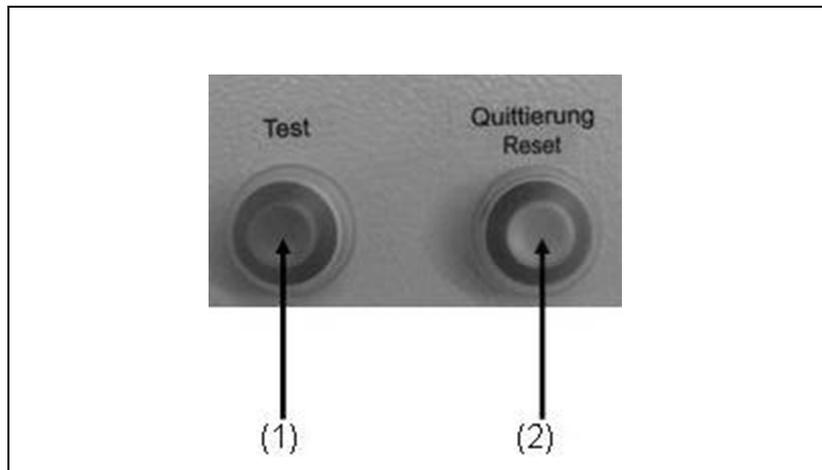

Abb. 5-2: Isolationsüberwachung mit E-MCS 4.0
2. Drücken Sie den Testknopf (siehe Abb. 5-2-(2))
3. Nach der Überprüfung muss der Reset-Taster (siehe Abb. 5-2-(1)) gedrückt werden um das Gerät wieder zu betreiben.
2. Nach dem Abschalten und Abstecken des Verbrauchers muss der Reset-Taster (siehe Abb. 5-2-(1)) gedrückt werden um das Gerät wieder zu betreiben.
3. Drücken Sie den Testknopf (siehe Abb. 5-2-(1))